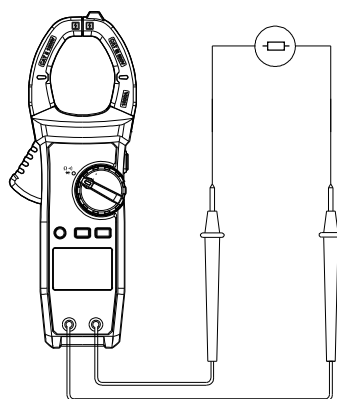

Рис.7. Проверка целостности
2) Установите переключатель на $\cdot \cdot \cdot$ и подсоедините щупы тестовых проводов к проверяемому элементу цепи (см. рис. 7). При значении сопротивления элемента цепи < 30 Ом, цепь считается целостной, будет звучать непрерывный звуковой сигнал. Если сопротивление между контактами превышает 50 Ом, звукового сигнала нет, что говорит об обрыве.